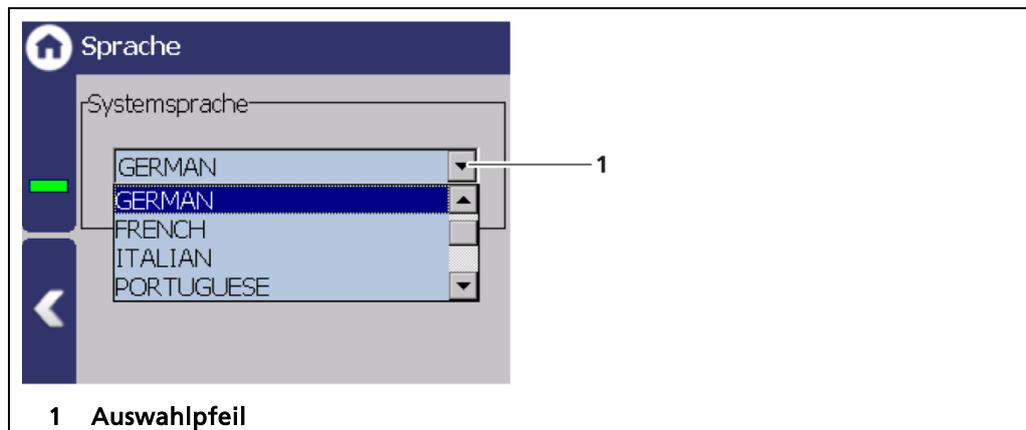

Abb. 48 Sprache
1. Klicken Sie auf den Auswahlpfeil (Abb. 48, Pos.1) und wählen Sie eine Sprache aus.